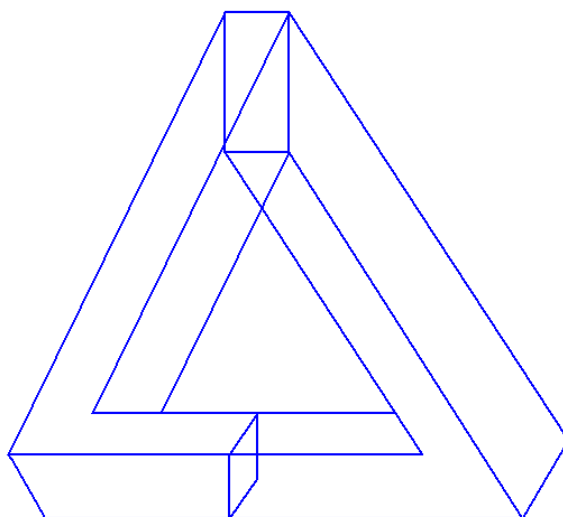

Рис. 8.23.
3. Командой **Редактор**⇒**Сдвиг**⇒**Указанием**, выбирая соответствующие базовые точки, совместите изображения двух трехмерных угольников (рис. 8.23).